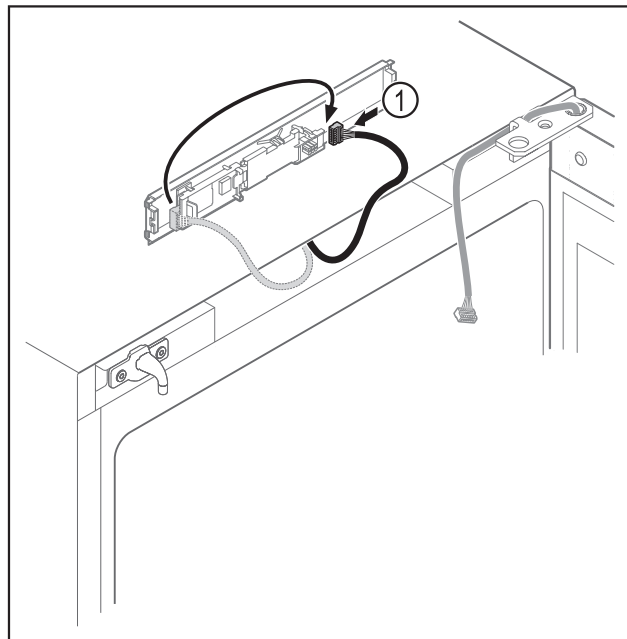

Fig. 19
- ▶ Lidhni spinën Fig. 19 (1) në qark në anën tjetër.